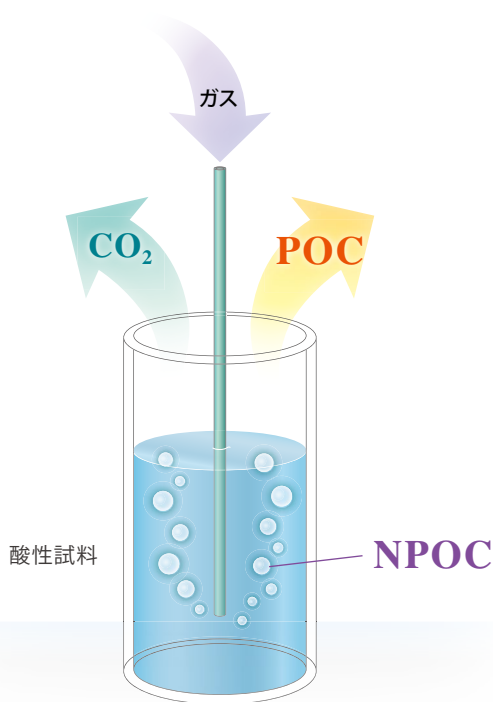

Fig. 2 通気操作中のPOC損失
ところで、②の手法をNPOC法、その測定値をNPOC値と呼ぶことがあります。NPOCとは、Non-Purgeable Organic Carbon（不揮発性有機体炭素）を意味します。②の手法がなぜNPOC法と呼ばれるのでしょうか。それは、IC除去の通気操作中にPOC（Purgeable Organic Carbon：揮発性有機体炭素）の一部またはすべてが試料から揮散することで、TOC測定値が真値より低くなる場合があるからです（Fig. 2）。TOC測定の対象となる試料がPOCを有意に含むことは稀であるため、このような問題はほとんど生じませんが、原理的には生じうるという考えから②の手法によるTOC測定法はNPOC法と呼ばれるのです。